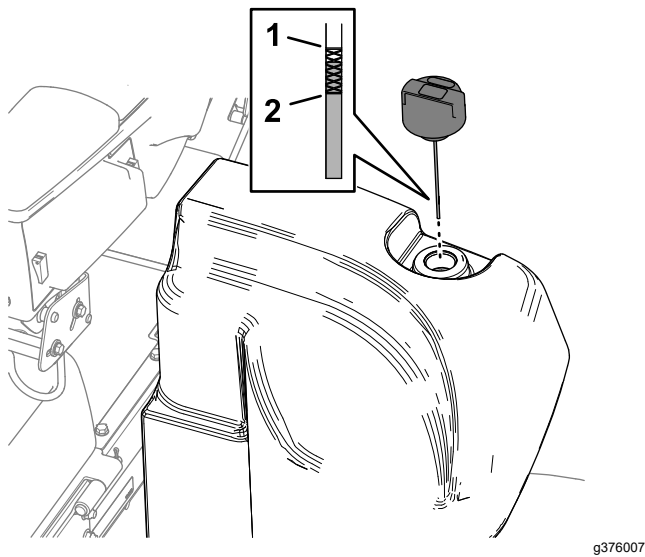

Figura 104
2. Limpie la zona alrededor del cuello de llenado y el tapón del depósito hidráulico (Figura 104).